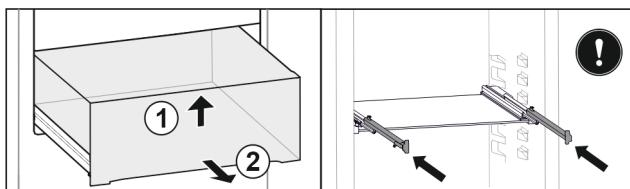

Fig. 66
- Nadzvedněte zásuvku vpředu. Fig. 66 (1)
- Vyjměte zásuvku dopředu. Fig. 66 (2)